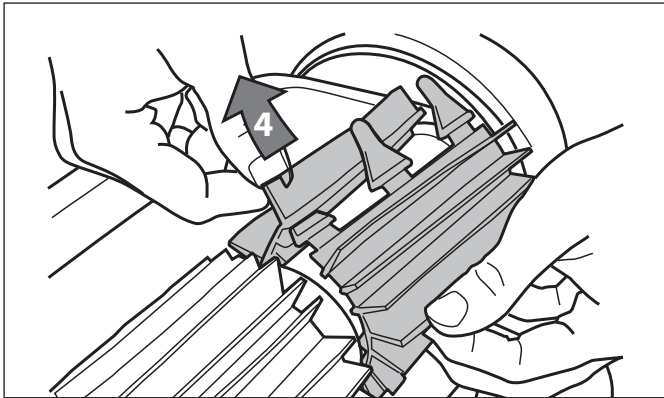

Figure 29. Insérer les onglets dans chaque fente
4. Fileter doucement chaque onglet à travers la fente fournie, de manière à ce que le talon ressorte de l'autre côté de l'ouverture (Figure 29).